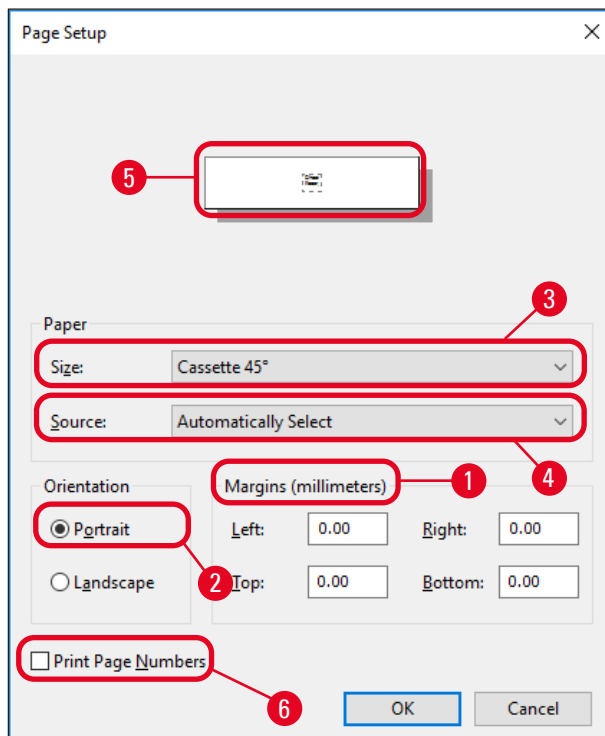

Abb. 46
3. Zunächst sind die Seiteneinstellungen auszuwählen: Durch Klicken auf **File** > **Page Setup** (Seite einrichten) das Dialogfeld **Page Setup** öffnen (→ "Abb. 46").